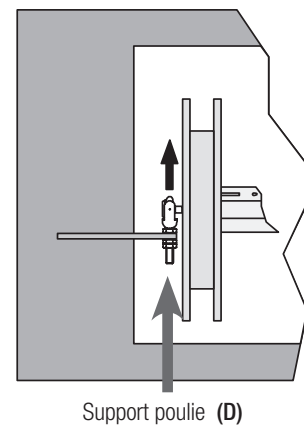

Fig. 4
3. Enlever le support de la poulie de l'agrafe (fig. 4 réf. D).